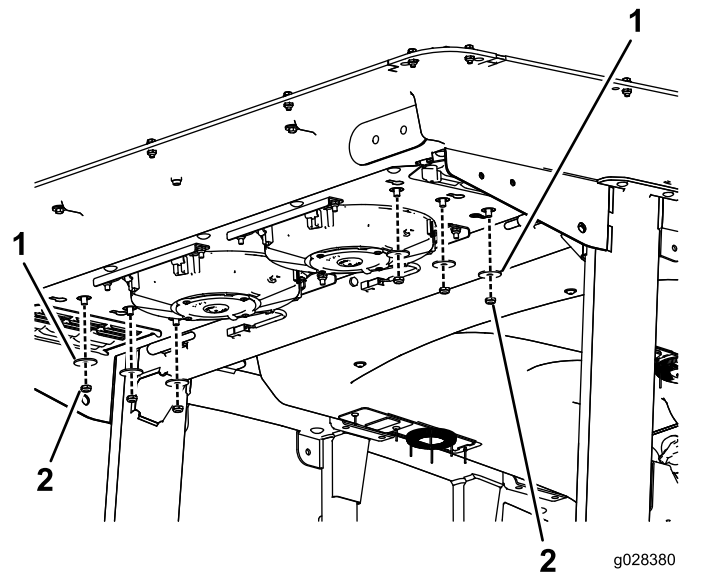

Bild 114
2. Entfernen Sie die sechs Schrauben und Muttern von der Unterseite des Kabinenhecks (Bild 114).